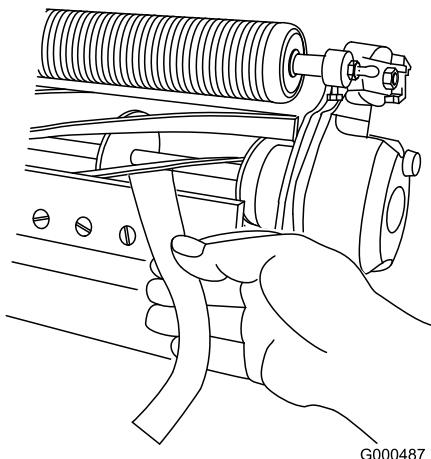

Figura 18
3. Teste o desempenho de corte inserindo uma fita comprida de desempenho de corte (Número de peça Toro 125-5610) entre o cilindro e a lâmina de corte, perpendicular à lâmina de corte (Figura 18).